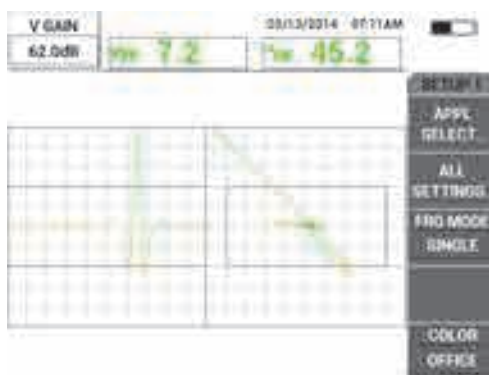

Рис. 5-16 Настройка вертикального усиления
5. Дважды нажмите клавишу GAIN (**dB**) для доступа к параметру **V УСИЛ**; с помощью ручки настройте вертикальное усиление так, чтобы сигнал достиг верхней точки экрана, что представляет 100 % высоты экрана (см. Рис. 5-16 на стр. 137).